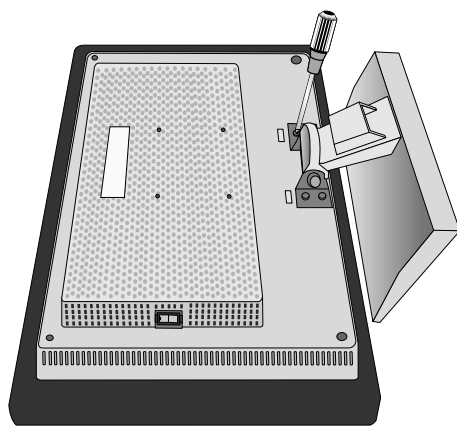

Figure R.2
4. Déposez les quatre vis connectant le moniteur au support et soulevez l'ensemble support (**Figure R.2**), vous pouvez maintenant monter autrement le moniteur.